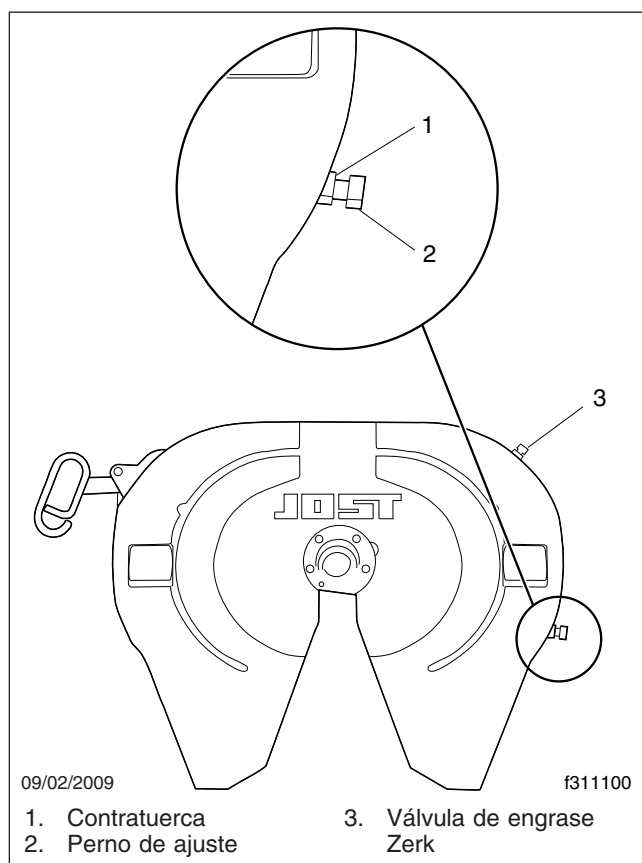

Figura 5, Quinta rueda Jost
pleta, entonces apriete la contratuerca de nuevo. Abra y cierre el mecanismo varias veces para probarlo. Repita si es necesario. Vea la **Figura 5**.
*Si el cierre está demasiado flojo, afloje la contratuerca, gire el perno de ajuste **contra el sentido de las manecillas del reloj** una vuelta completa, entonces apriete la contratuerca de nuevo. Abra y cierre el mecanismo varias veces para probarlo. Repita si es necesario. Vea la **Figura 5**.*
Lubrique el seguro del perno rey usando una pistola de engrase de bombeo manual, a través de la válvula de engrase ubicada en la falda de la quinta rueda: vea la **Figura 5**. Aplique un aceite ligero a toda pieza móvil. En el caso de una quinta rueda deslizante, rocíe combustible diésel en la pista de deslizamiento de la placa de base.